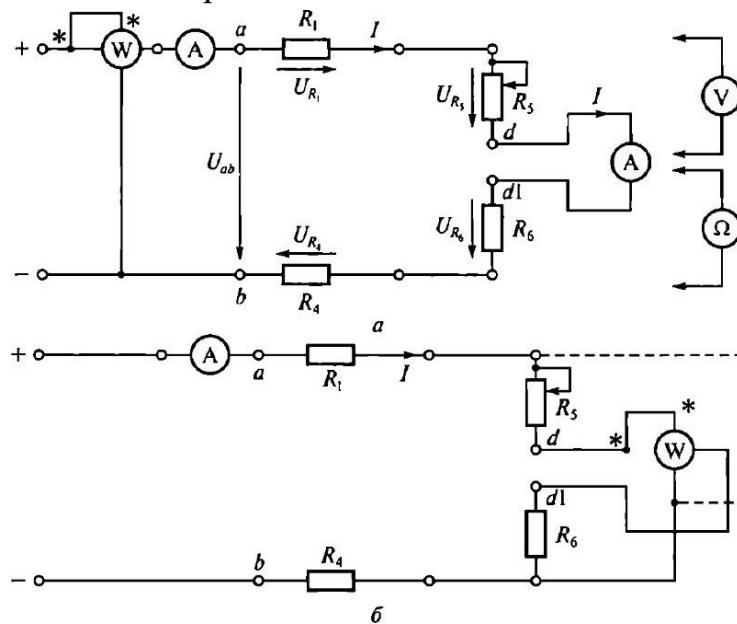

Рис. 2.1. Схемы ЭЦ постоянного тока для проверки:
3.2. Записать в протоколе испытаний применительно к ЭЦ, показанной на рис. 2.1, выражения для закона Ома, 2-го правила Кирхгофа и баланса мощностей.
3.5. Собрать ЭЦ в соответствии с рис. 2.1, а, установив вместо перемычки d — d1 миллиамперметр постоянного тока. После проверки схемы преподавателем подать в ЭЦ постоянное напряжение U_{ab} . Установить любое значение U_{ab} в пределах 10 ... 20 В и занести это значение в табл. 2.1.
3.8. Не изменяя сопротивления резистора R_5 и напряжения питания U_{ab} , измерить с помощью ваттметра мощность, потребляемую каждым элементом ЭЦ и всей цепью (Ра). Для этого токовую катушку ваттметра включать последовательно с исследуемой ветвью, в катушку напряжения — параллельно ветви (см. рис. 2.1, б). Результаты занести в табл. 2.1.
5.2. Записать в протоколе испытаний применительно к ЭЦ, показанной на рис. 2.1, выражения для закона Ома, 2-го правила Кирхгофа и баланса мощностей.
5.3. В табл. 2.4 даны значения сопротивлений ЭЦ, приведенной на рис. 2.1. Напряжение питания U_{ab} задается преподавателем.